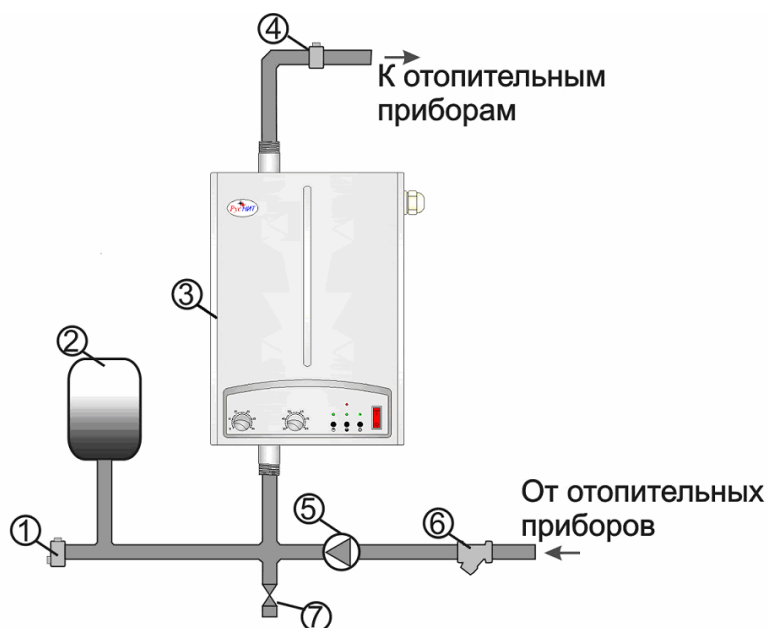

Рис. 3. Рекомендуемая схема монтажа отопительной системы
**5.2.** Отопитель крепится на стене в вертикальном положении в местах, удобных и доступных для установки и технического обслуживания. Рекомендуемая схема подключения отопителя в отопительную систему показана на рис.3.